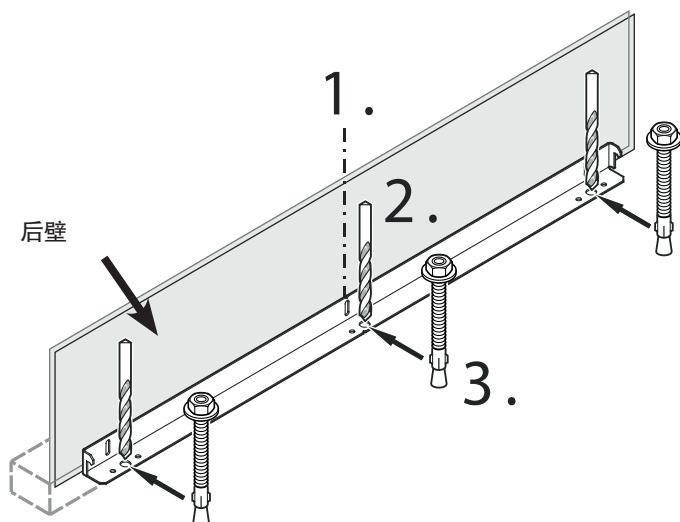

图 4
在水泥地面上安装防倾翻支架- 图 4 - 5
2. 用硬金属钻头在图4所示的位置上钻10mm的孔。钻孔的深度必须大于随的地脚螺钉的总长度。随后清洁钻孔。